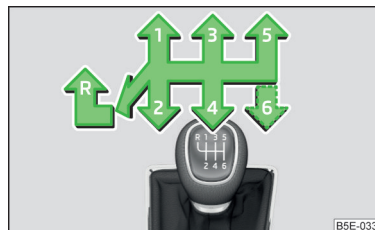

Fig. 148
En la palanca de cambios se presenta el esquema de cambio para cada posición de marcha » fig. 148.
- Colocar la palanca del cambio completamente hacia la izquierda y luego hacia adelante en la posición **R** » fig. 148.